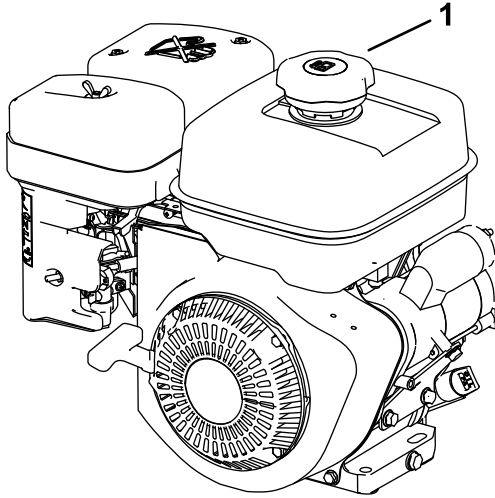

Bild 8
3. Reinigen Sie den Bereich um den Tankdeckel herum und nehmen Sie den Deckel ab (Bild 8).
4. Füllen Sie Kraftstoff (Bild 8) in den Tank, bis der Füllstand 6 mm bis 13 mm unter der Tankoberseite steht. **Nicht in den Einfüllstutzen des Tanks füllen.**